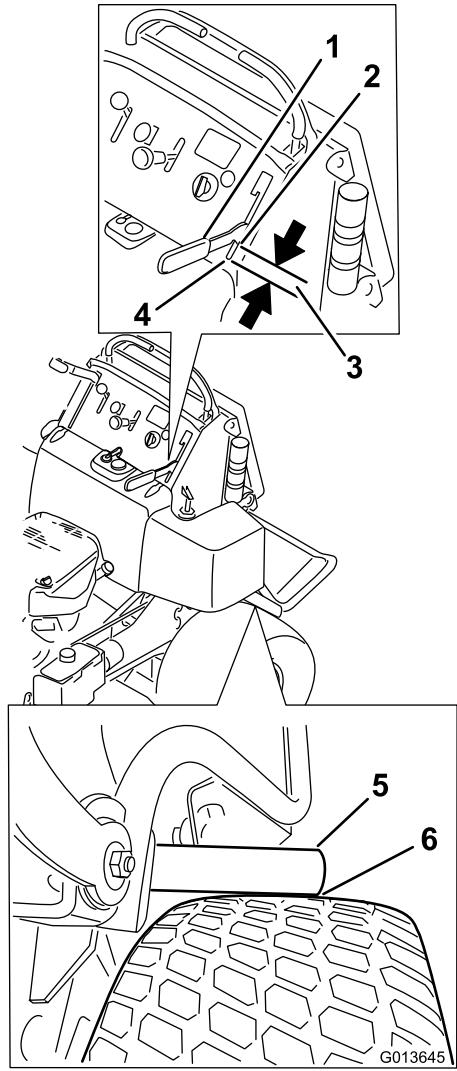

Figure 61
4. Engagez le levier de frein jusqu'à ce que les barres touchent juste le pneu (Figure 61).
5. Mesurez la distance entre l'avant du levier manuel et l'extrémité de la fente dans le panneau de commande lorsque la barre de frein rencontre le pneu. La distance doit être de 19 mm (3/4"). Réglez le frein au besoin (Figure 61).